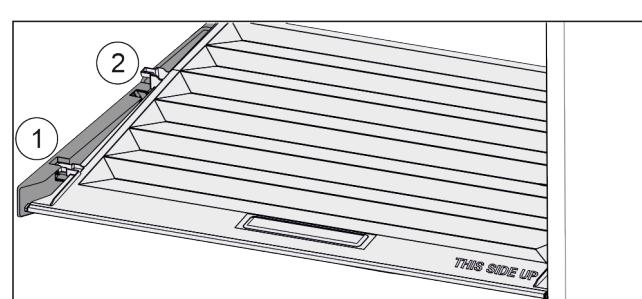

Fig. 101
- Vytáhněte víko dopředu až k otvoru v přídržných dílech Fig. 101 (1).
- Vzadu zespodu nadzvedněte a vyjměte směrem nahoru Fig. 101 (2).